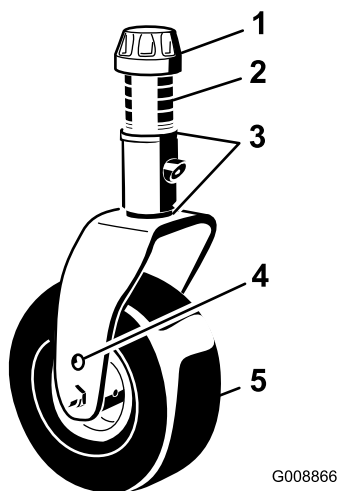

Figure 34
3. Ajoutez ou retirez des cales de 3 mm sur la fourche d'une ou de plusieurs roues pivotantes pour que la hauteur de coupe corresponde à celle indiquée sur l'autocollant (Figure 34) ; voir Mesure de l'inclinaison du plateau de coupe \(page 79\).